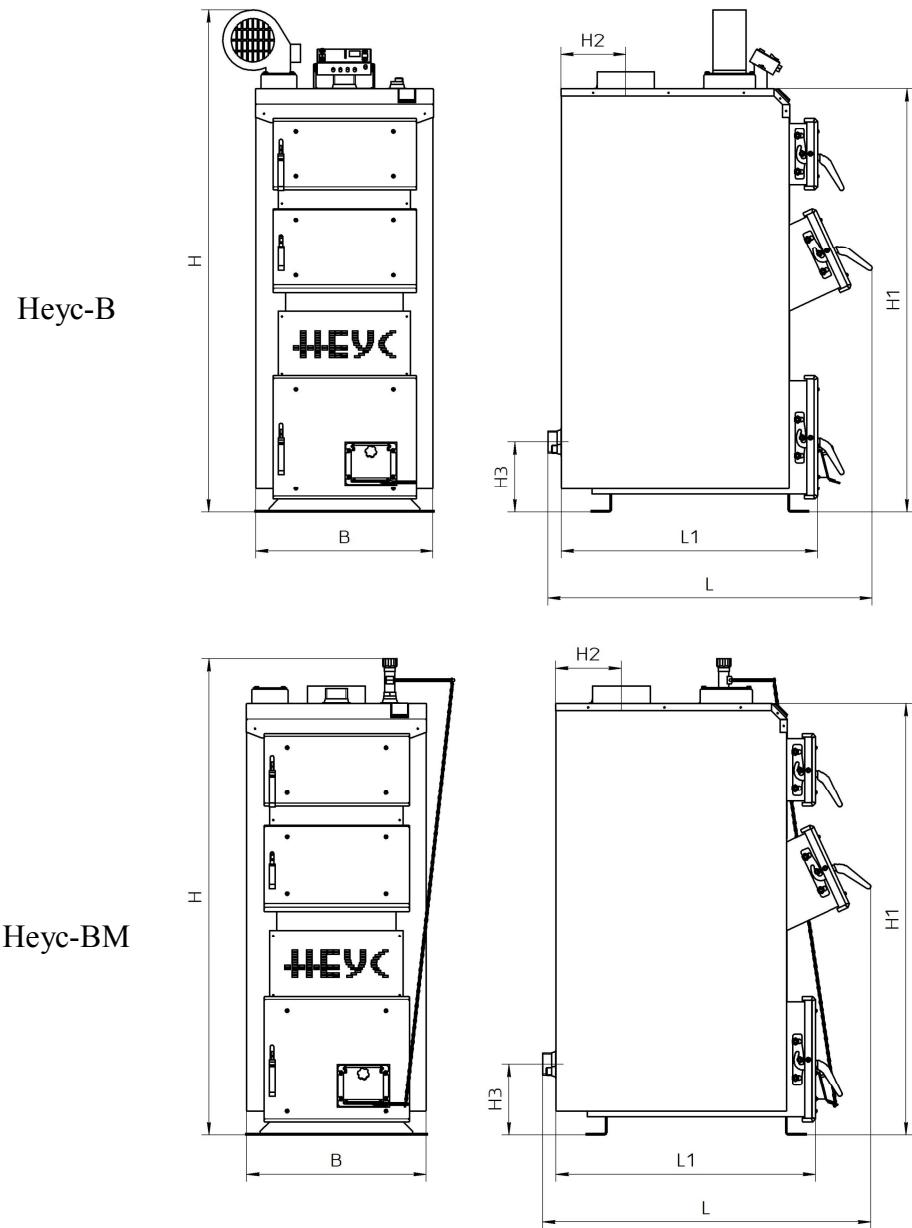

Рисунок 1 – Габаритне креслення котла Heyc-B (BM)
Основні технічні характеристики котлів Heyc-B (BM) (рисунок 1) наведені в таблиці 1.